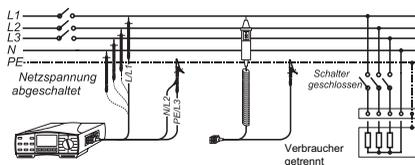

Bild 6: Anschluss der Messleitungen
- Die Messleitungen mit dem Prüfling gemäß Bild 6 verbinden. Falls gewünscht, kann mit der Taste 'HILFE' diese Anschlussinformation direkt am Messgerät abgerufen werden, mehrfaches Drücken der Taste 'HILFE' zeigt verschiedene Anschlussmöglichkeiten an.